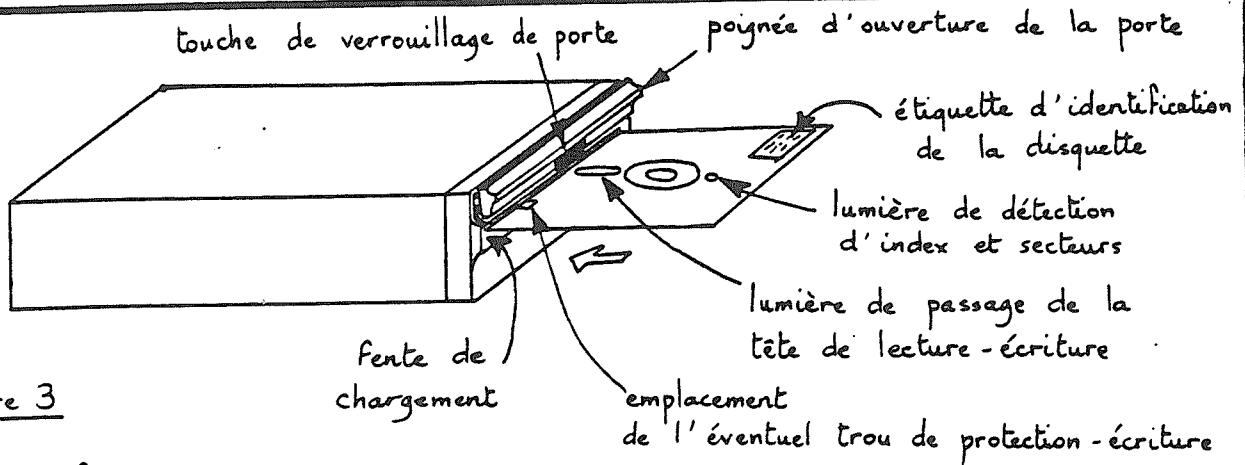

Figure 3
- ouvrir la porte de l'unité en la soulevant par appui sur la touche noire de la poignée (voir fig. 3)
- Attention** glisser la disquette dans le bon sens (voir fig. 3)
Une disquette est ou n'est pas protégée en écriture suivant la présence ou l'obturation d'un trou à l'emplacement indiqué figure 3